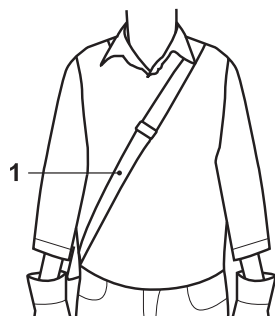

Fig. 8
- > Posicione o arnês tiracolo (1) de forma que o mesmo deslize pelo ombro e peito e costas (Fig.8).